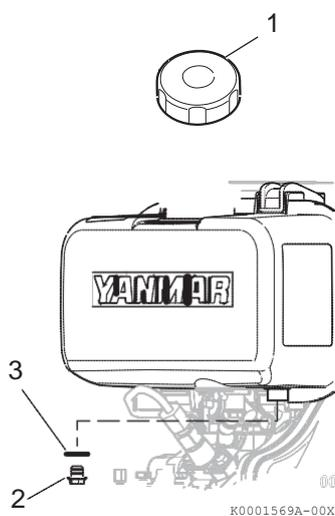

Figure 8
2. Enlevez le bouchon de remplissage réservoir (**Figure 8, (1)**).
3. Enlevez bouchon de purge et son joint (**Figure 8, (2)**) (**Figure 8, (3)**) pour vidanger le carburant.
9. Serrez le bouchon de purge du réservoir (**Figure 8, (2)**) et le joint neuf (**Figure 8, (3)**).
10. Remplacez le bouchon de carburant (**Figure 8, (1)**) et serrez à la main. Un serrage excessif abîmera le bouchon. Remplissez le réservoir de carburant. **Voir Remplissage du réservoir de carburant, page 21.**